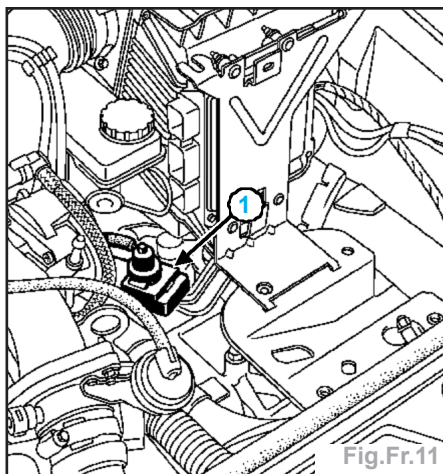

Fig.Fr.11
- Déposer l'électrovanne de régulation du turbo-compresseur (**1**) (Fig.Fr.11) et débrancher le connecteur du débitmètre d'air (**moteur F9Q**).